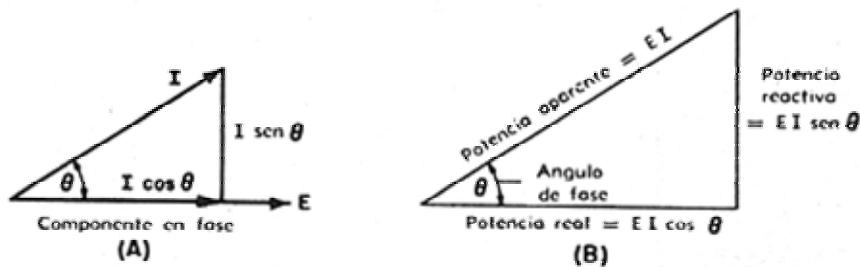

Fig. 3-7. Componente de I en fase con E (A), y triángulo de potencia (B). Potencia aparente, potencia reactiva y potencia real.
En una inductancia pura o en una capacidad pura, no se absorbe potencia, si bien se debe transportar una corriente reactiva. Todas las potencias reales en un circuito de CA son disipadas por resistencias, que son las componentes de la corriente total, en fase con el voltaje aplicado. Esta componente en fase de la corriente, es igual a $I \cos \Theta$, como se muestra en la Fig. 3-7 (A). La potencia total, real, consumida o absorbida por un circuito de CA, es entonces el producto del voltaje aplicado y de la componente en fase de la corriente (Fig. 3-7 B), o
La relación $\cos \Theta = R/Z$ se hace evidente con el triángulo de impedancias de Fig. 3-6 (B). El producto de E por I solos (Fig. 3-7 B),
se llama potencia aparente y se expresa en volts-ampères (**VA**) o kilo-volt-ampères (**KVA**). La potencia reactiva (Fig. 3-7 B), la cual es entregada y retorna por las inductancias y capacidades del circuito, es el producto del voltaje aplicado y de la componente fuera de fase (reactiva) de la corriente, $I \sin \Theta$; es decir,